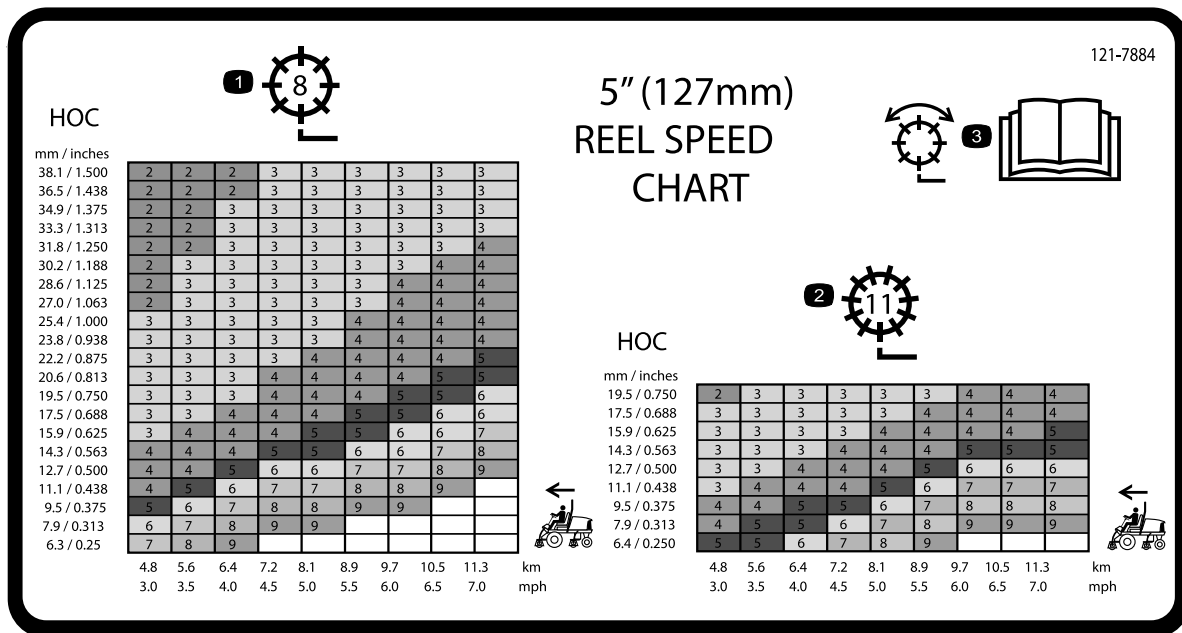

Рисунок 32
3. С помощью таблицы скоростей барабанов (на наклейке) (Рисунок 32) определите необходимую скорость вращения барабана.